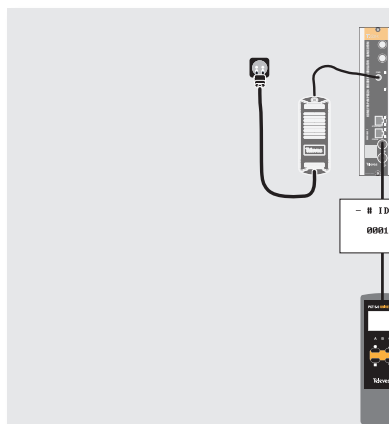

Fig. 5 / Рисунок 5
5. En cas de station avec plusieurs modules, chaque unité peut fonctionner comme un maître pouvant contrôler les autres via le réseau. Pour cela, raccordez les au même réseau et utilisez le programmeur pour l'identification, en assignant à chaque module un identifiant "#ID" qui lui est propre. ( figure 5).
5. Если имеется несколько модулей, то один из них может работать в качестве мастера управляя остальными через WEB-подключение. Для этого подключите модули к одной сети и с помощью программатора присвойте им разные идентификаторы в поле "#ID" (рисунок 5).